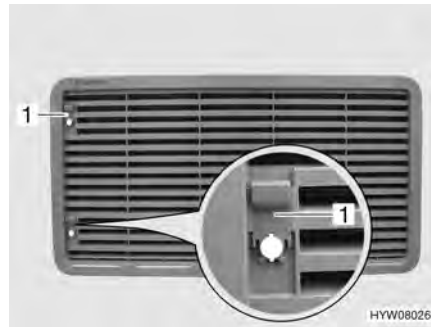

Bild 140 Kylskåpets ventilationsgaller (med spjäll)
- Skjut upp spjället (Bild 140,1).